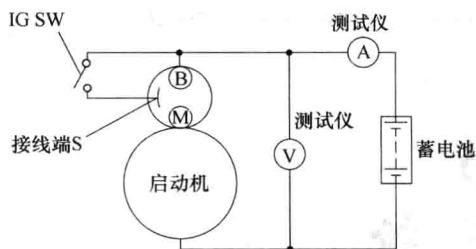

图 2-3 启动机测试图
(1) 车载检查
- ① 检查蓄电池是否充满电。
- ② 启动发动机，检查启动机是否转动顺畅，并且转动过程中是否发出任何噪声。
- ③ 如果启动机不运作，应检查下列内容。
(2) 无负载试验
- ② 把启动机、蓄电池和测试仪按照图 2-3 所示连接。
- ③ 运行启动机，并确认其转动是否顺畅。
- ④ 在启动机运行时，测量电压和电流，电压为 11V，电流应低于 90A。如果不在规定范围内，应更换启动机。
- ① 启动机互锁开关故障